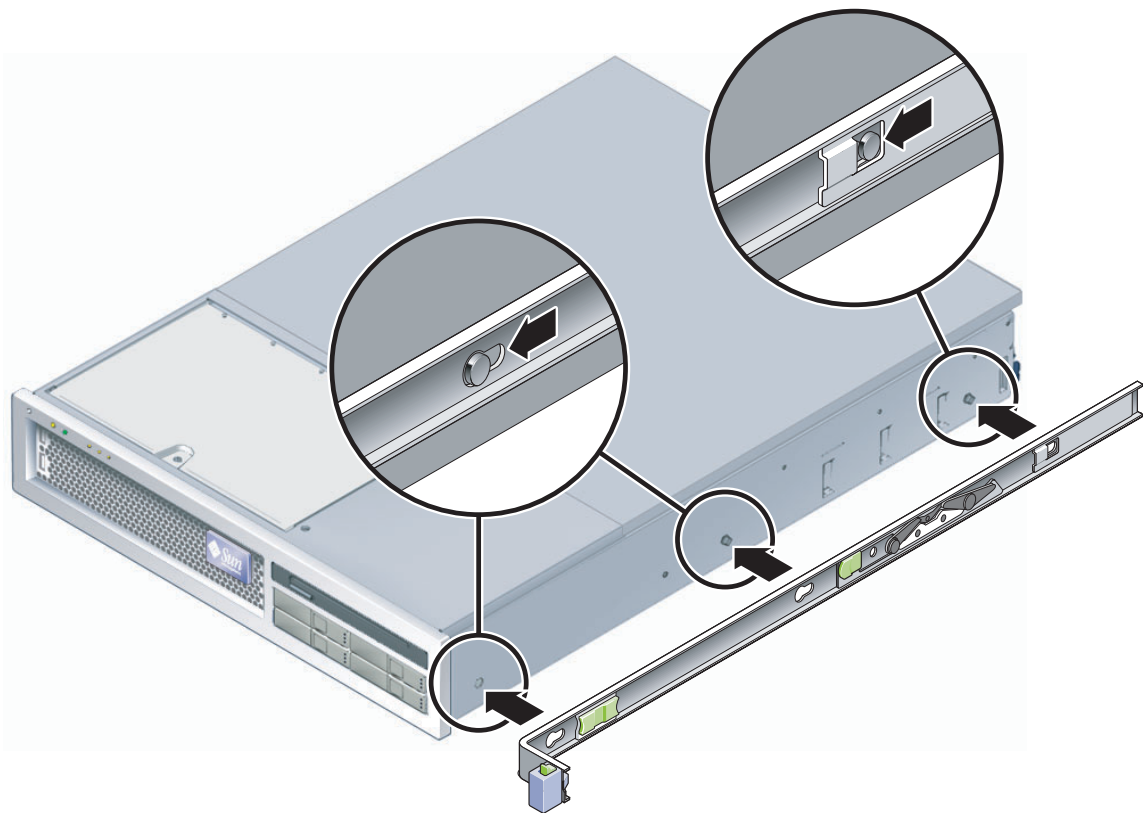

图 2-4 将安装托架连接到底盘
- a. 根据服务器底盘（图 2-4）调整安装托架的位置，使滑轨锁位于前部，并使安装托架上的三个齿状开孔与底盘侧面的三颗定位钉对齐。
- c. 检验三颗定位钉是否落入齿状开孔内，并检验后部的定位钉是否与安装托架锁咬合，如图 2-4 的右侧所示。